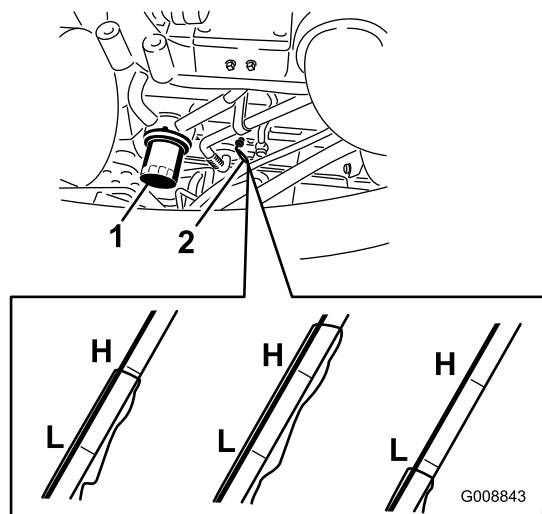

Figura 59
2. Retire la varilla (Figura 59), límpiela, vuelva a colocarla en el tubo y retírela de nuevo. El nivel de aceite debe llegar a la marca Lleno.
2. Retire el filtro de aceite (Figura 59). Aplique una capa ligera de aceite limpio al filtro nuevo antes de enroscarlo. **No apriete demasiado.**